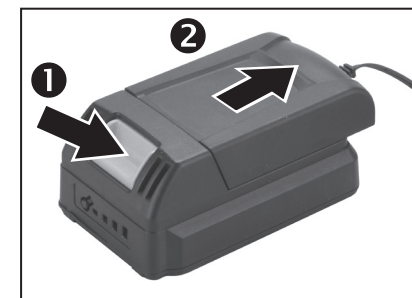

Abb. 4, Entnahme des Akkus aus dem Ladegerät
- ➔ Zum Entnehmen des Akkus aus der Akkuschere gehen Sie wie bei der Entnahme aus dem Ladegerät vor, siehe Abb.4.